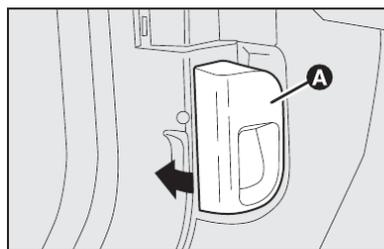

fig. 103
- 1) puxar a alavanca **A-fig. 103**.